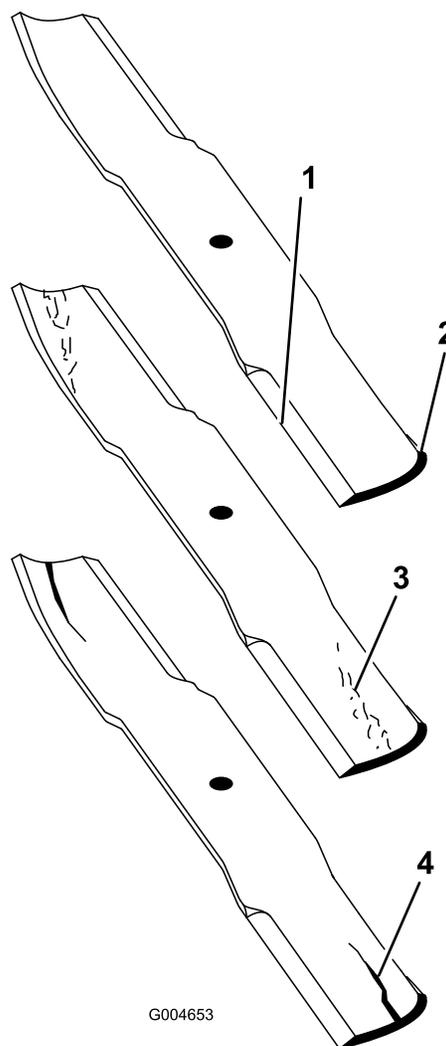

Figura 88
2. Verificate accuratamente i taglienti, con particolare attenzione ai punti d'incontro delle sezioni piatta e curva della lama (Figura 88). Sabbia e materiali abrasivi possono consumare il metallo che connette le sezioni piatta e curva della lama, per cui si consiglia di controllare la lama prima di usare il tosaerba. Se riscontrate segni di usura (Figura 88), sostituite la lama.